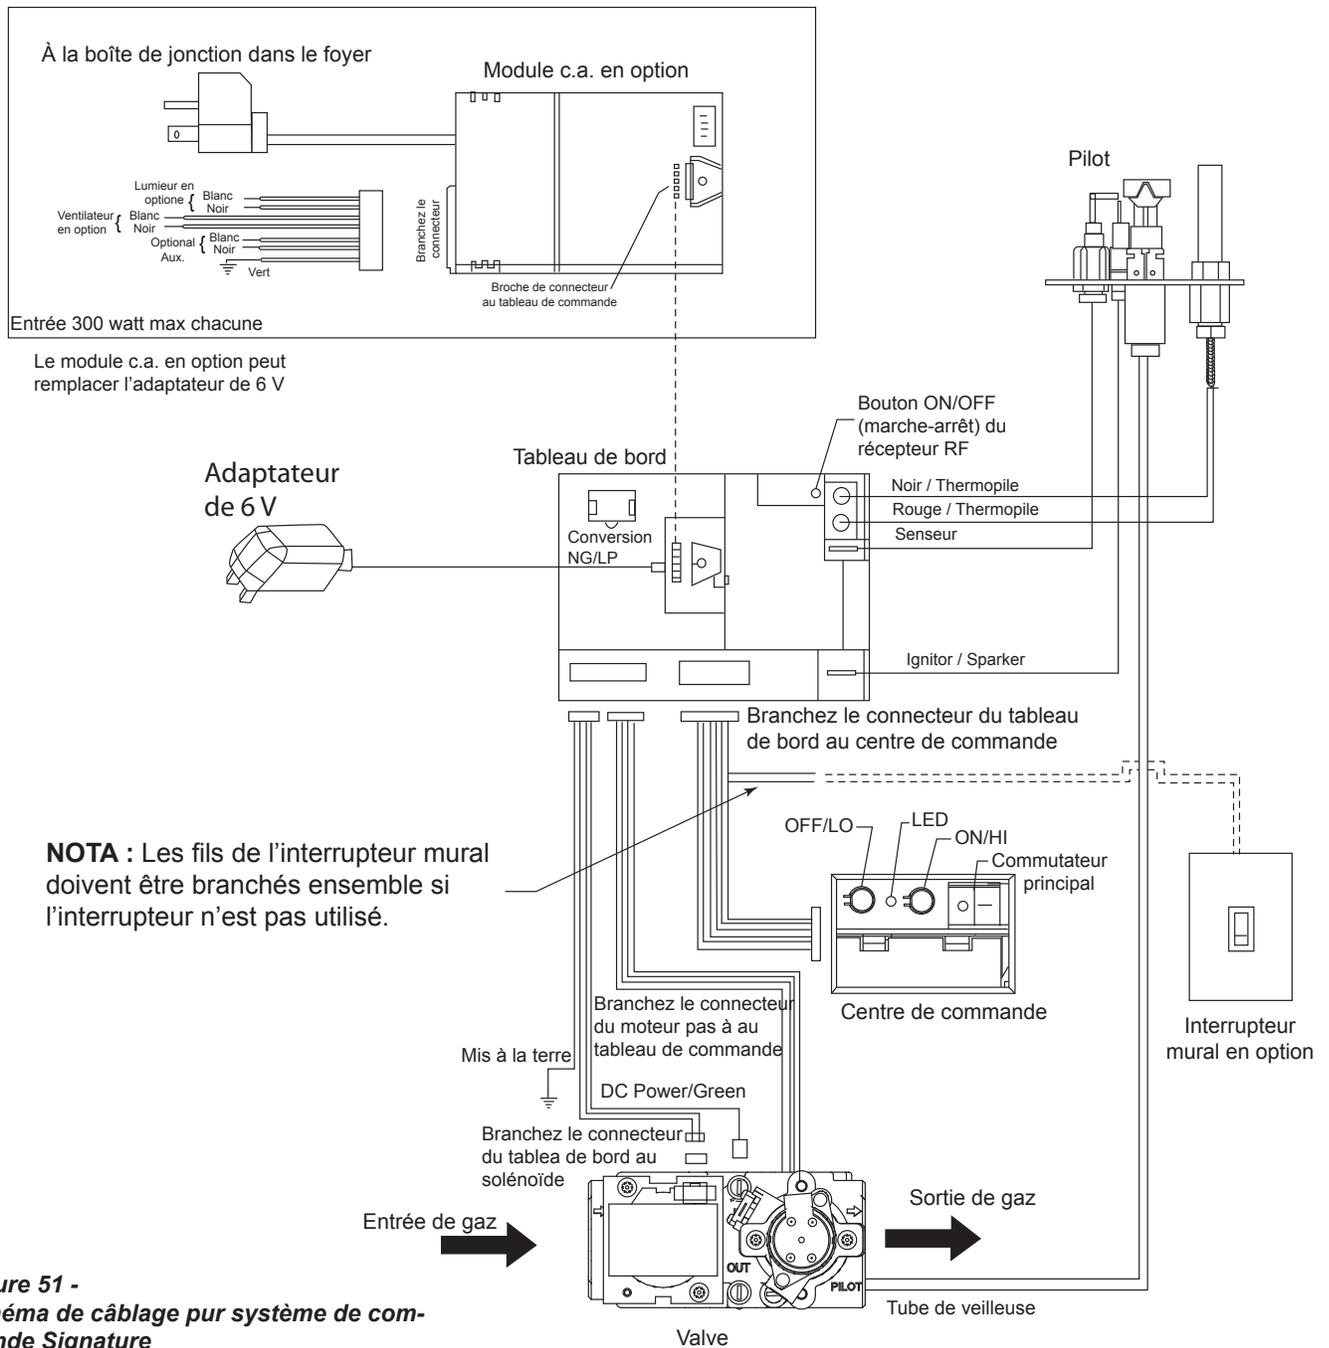

Figure 51 - Schéma de câblage pur système de commande Signature
Les raccordements des fils de l'interrupteur mural sont accessibles à partir du faisceau de câblage de 2 pi allant de la boîte de commande au centre de commande. Figure 51. Le raccordement est étiqueté « Wall Switch » (interrupteur mural). Débranchez les connecteurs mâle et femelle et branchez les deux (2) fils basse tension fournis. Acheminez le fil à l'emplacement souhaité sur le mur. Il est possible d'utiliser jusqu'à 50 pi de fil de calibre 18 si nécessaire. Raccordez les fils à l'interrupteur mural. Fixez l'interrupteur mural dans la boîte de jonction et vissez le couvercle.